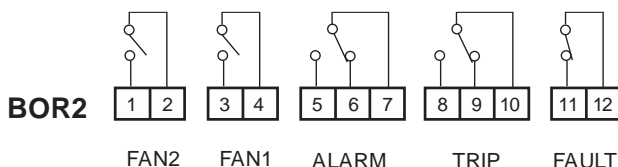
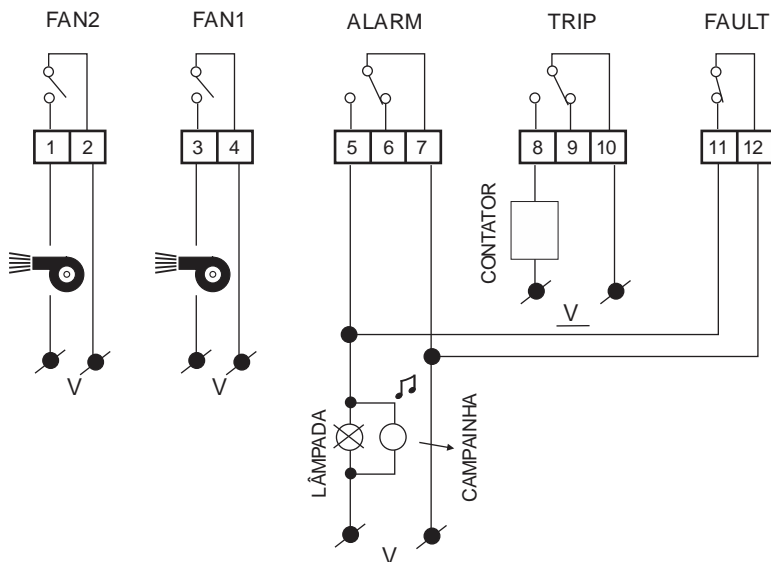

Figura 3 - Conexões Relés de Alarme e ventilação
Figura 6 - Esquema de ligação
- Faz a leitura das sondas S1, S2, S3 e Tamb. Caso alguma delas registre temperatura superior ao valor programado em ALARM em 1°C por 5s, o led ALARM acenderá. Caso a situação persista por mais de 15s, será ativado o relé ALARM, contato fechado entre os terminais 5 e 7 (Figura 3). Se pressionada a tecla  por mais de 5s, o relé ALARM abrirá os contatos 5 e 7 (útil caso o relé de alarme esteja ligado a uma sirene e deseje-se interromper o som), porém o led ALARM continuará aceso até que a temperatura de todas as sondas fique abaixo do valor programado de alarme. O relé ALARM apenas acionará novamente após sair da situação de alarme atual.
- Caso a temperatura continue aumentando e um ou mais sensores supere em 1°C por 5s o valor programado em TRIP, o led TRIP acenderá. Caso a situação persista por mais de 15s, será ativado o relé TRIP, contato fechado entre os terminais 8 e 10 (Figura 3). Quando se ativa o TRIP, ativa-se ALARM, pois é condição anterior a TRIP.
- Quando a temperatura diminuir em 1°C ao valor programado em TRIP, o led TRIP apagará e o relé voltará à condição anterior, contato aberto entre os terminais 8 e 10 (Figura 3).
- Quando a temperatura diminuir em 1°C ao valor programado em ALARM, o led ALARM apagará e o relé voltará à condição anterior, contato aberto entre os terminais 5 e 7 (Figura 3).
- Teste de presença ou falha dos sensores PT100: As falhas possíveis de detectar são de sensor aberto ou curto-circuito do PT100. Caso detecte a ausência ou falha de algum sensor, aparecerá no painel a mensagem **FLt** seguida do nome dos sensores que estão com problema (**S1**, **S2**, **S3** ou **TAb**). O led FAULT, juntamente com os leds dos sensores com falha, piscará. O relé FAULT fechará, contato fechado entre os terminais 11 e 12 (Figura 3). Se o equipamento sair da condição de falha, o led FAULT apagará e o relé abrirá, contato aberto entre os terminais 11 e 12 (Figura 3).
- Caso algum sensor supere a temperatura do parâmetro Fon (Fan on) por um período superior a 15s, será ativado o relé FAN1 (Figura 3, contatos 3 e 4 fechados). O relé desliga quando a temperatura de todos os sensores for inferior ao valor programado no parâmetro Fof (Fan off). O mesmo se dá para os parâmetros de FAN2 e o relé FAN2 (Figura 3, contatos 1 e 2).
Na Figura 3 é apresentada a pinagem dos relés de saída do controlador. Conforme o esquema da Figura 6, o relé FAULT opera normalmente ligado, o que significa que o controlador apresentará falha também em caso de falta de alimentação em BOR3.